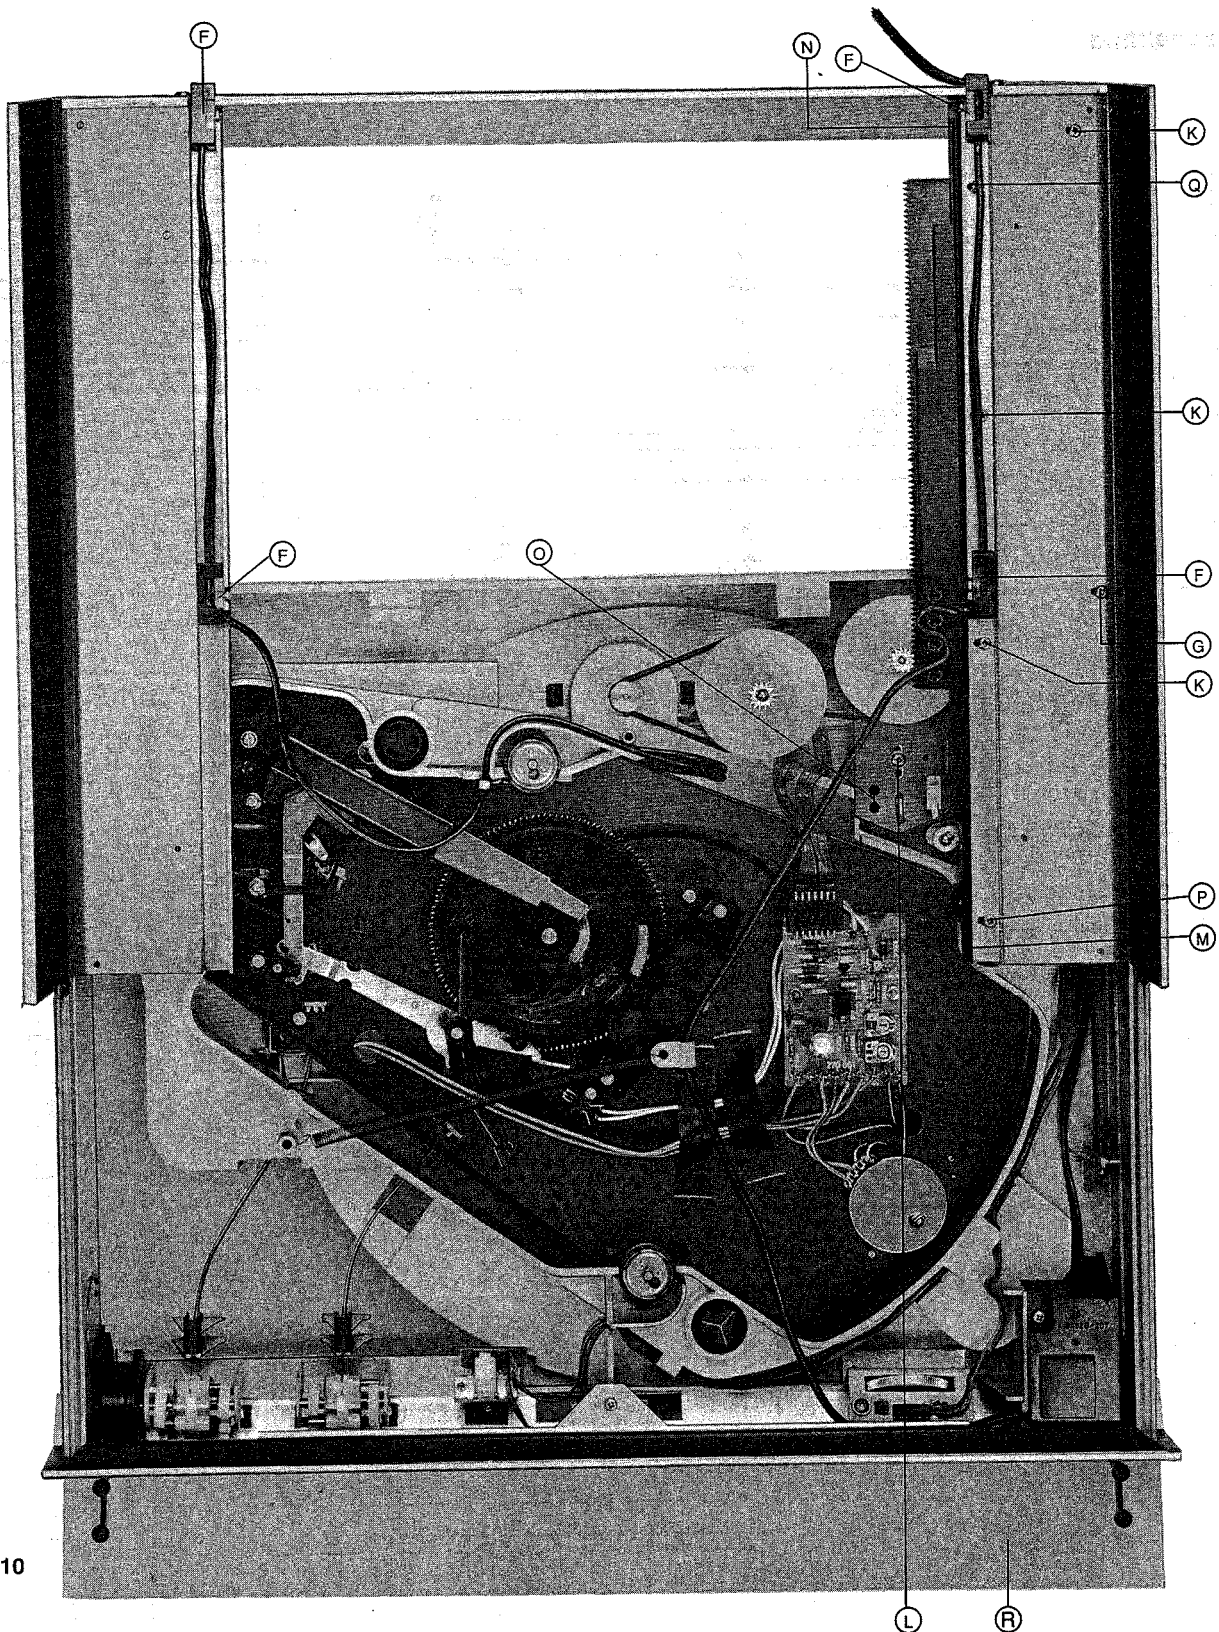

Abb. 10
3. Schraube (E) herausdrehen, Netzschalter-Abdeckung abnehmen und Netzleitung von Schalterplatte abziehen.
4. Schraube (D) herausdrehen und Frontblende nach vorne kippen.
18. Ausbau des Schlittens (Abb. 10)
2. Zwei Schrauben (J) herausdrehen und Winkel abnehmen.
22. Auswechseln der Zahnstange (Abb. 10)
25. Justage des Endschalters (Abb. 10)